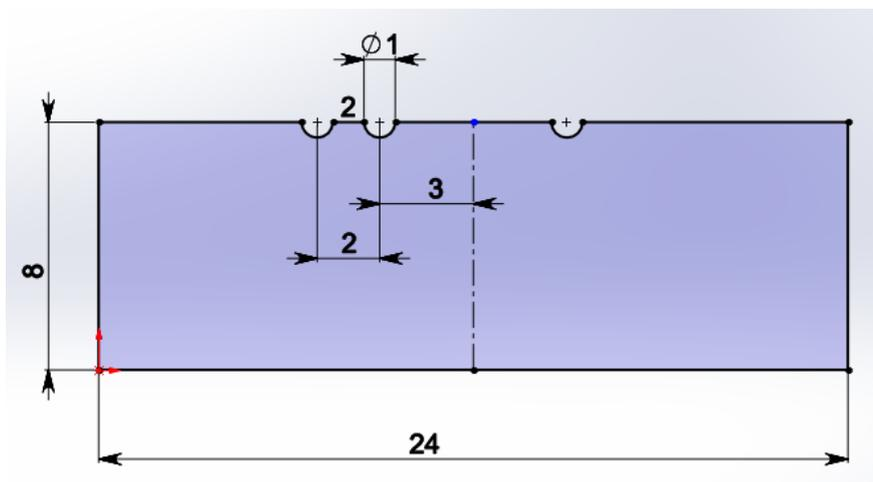

Рис. 4. Построение эскиза
5. Используя табличные размеры C и D своего варианта, строим эскиз (рис. 4).